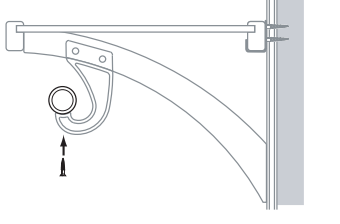

FIG. 7.1
- Fije la barra para ropa en el gancho en J usando un tornillo autopercutor N° 6 de 1 1/4 pulg. (Fig. 7.1)